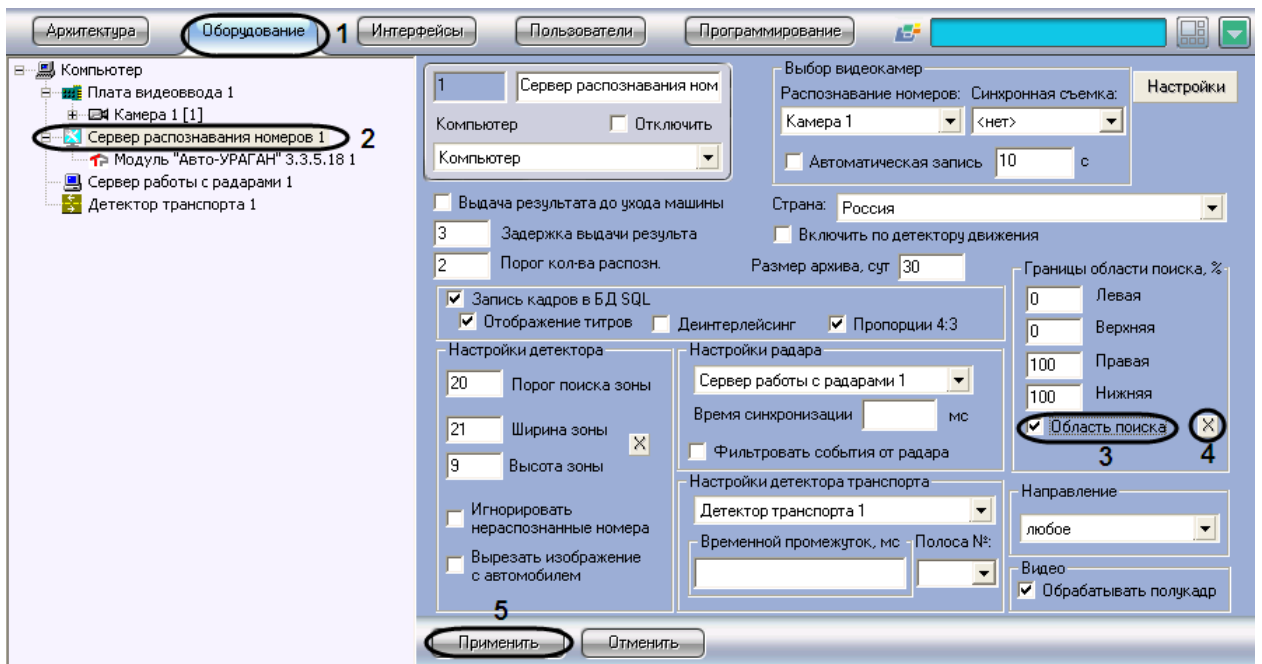
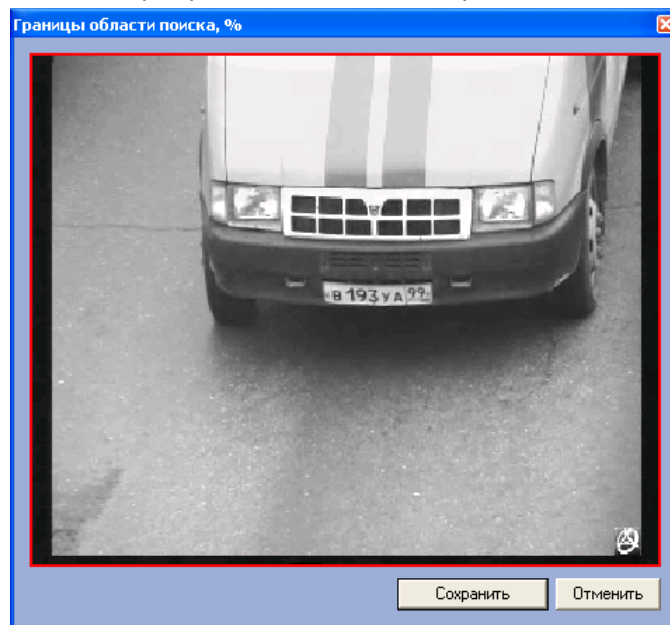

Рис. 7.2-22. Указание границ зоны поиска номерного знака
Рис. 7.2-23. Настройка границ зоны поиска
1. В диалоговом окне «Настройка системы» перейти на вкладку «Оборудование» (Рис. 7.2-22, 1).
2. В дереве объектов на вкладке «Оборудование» выбрать объект «Сервер распознавания номеров», соответствующий активированному программному модулю «Авто-УРАГАН 3.3.5.18», «САРМЕН-паркинг» или «САРМЕН-Авто» (см. раздел «Активация программного модуля, используемого для распознавания номеров», Рис. 7.2-22, 2). В правой части вкладки «Оборудование» отобразится панель настройки выбранного объекта.
3. Установить флажок «Область поиска» для активации функции указания границы зоны поиска номерного знака транспортного средства в кадре видеоизображения (см. Рис. 7.2-22, 3).
4. Нажать на кнопку «» для вызова окна «Границы области поиска, %». В окне «Границы области поиска, %» отображается видеоизображение от видеосервера, указанной в настройках объекта «Сервер распознавания номеров» (см. Рис. 7.2-22, 4). Для выделения границы области поиска требуется выполнить следующие действия (см. Рис. 7.2-23):
5. Нажать кнопку «Применить» (см. Рис. 7.2-22, 5).